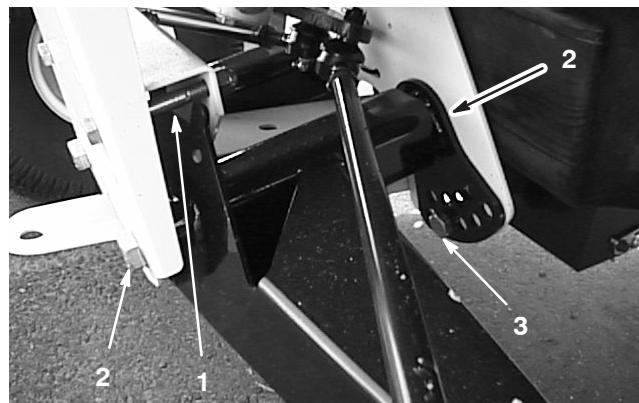

Figure 32
2. Enlevez le boulon limiteur de course (Fig. 32).
3. Desserrez les boulons de centrage dans le bras triangulé avant (Fig. 32).
4. Retirez le boulon de réglage de hauteur de caisse (Fig. 32).
5. Tournez le bras triangulé avant à la position voulue (voir la Remarque ci-après), puis remettez en place le boulon de réglage de hauteur de caisse (Fig. 32).
7. Remettez le boulon limiteur de course (Fig. 32).